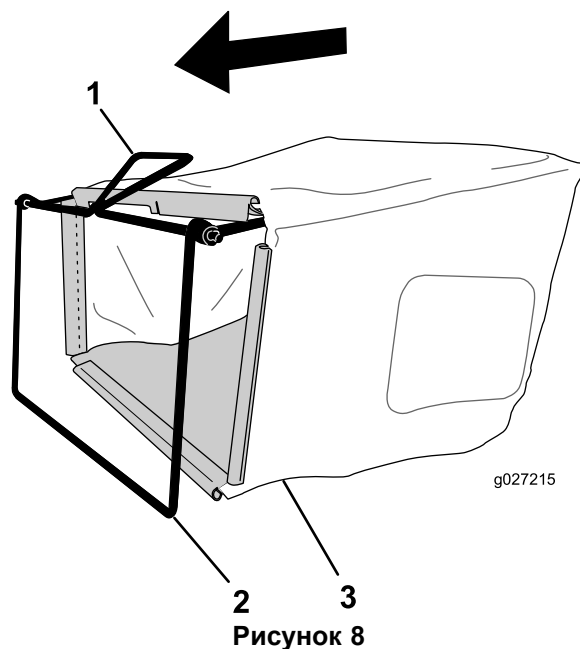

Рисунок 8
1. Установите мешок для травы на раму, как показано на Рисунок 8.
**Примечание:** Не надевайте мешок на ручку (Рисунок 8).